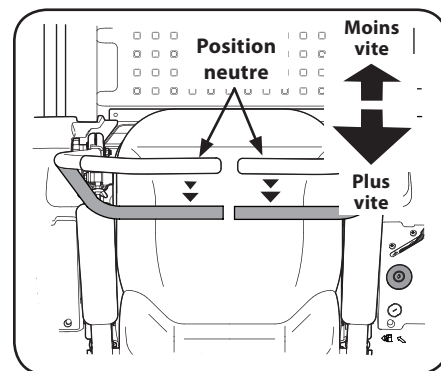

Figure 3-5
- Poussez les barres de conduite lentement et graduellement vers l'arrière. L'appareil commencera à reculer. Voir Figure 3-5.